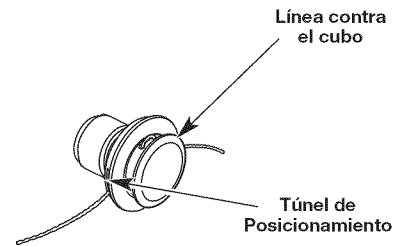

Fig. 15
5. Hale la línea y cerciórese de que la línea esté contra el cubo y que esté totalmente extendida a través de los túneles de posicionamiento (Fig. 15).